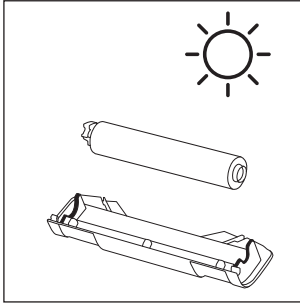

Fig. 37
- ◆ Laissez le rouleau brosse ❹ et la protection antiprojections ❸ sécher entièrement avant de les placer dans l'appareil (voir fig. 37).